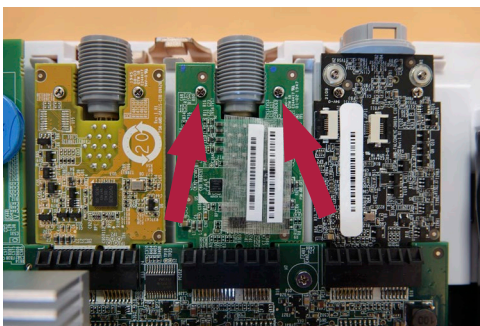

Figura 16 Extracción de los tornillos de la placa VDI que se va a sustituir
Utilice el destornillador para aflojar los dos tornillos que sujetan la placa VDI (Figura 16)
d) Coloque y apriete los dos tornillos (par de apriete máx. 0,2 Nm) que fijan la placa VDI en su posición (Figura 16)